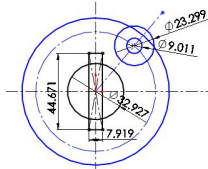

图 2-46 标注尺寸
(1) 单击【尺寸/几何关系】工具栏中的  【智能尺寸】按钮，标注尺寸，如图 2-46 所示。
(2) 双击草图的尺寸，在弹出的【修改】对话框中修改尺寸数值，将圆的中心与边线之